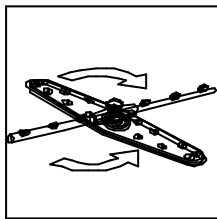
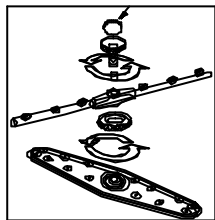

Fig. 17
Fig. 18
- Que los brazos giran correctamente y no están obstruidas las toberas (Fig.17, 18, 19, 20). Limpiar el árbol de aclarado soltando el tornillo situado en el eje. Para soltar y amarrar correctamente dicho árbol, emplear una moneda (Fig.18).
- Que los brazos de lavado giran correctamente (Fig. 17) y no están obstruidos. Limpiarlos si fuera necesario.